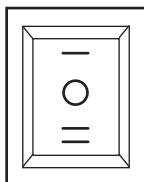
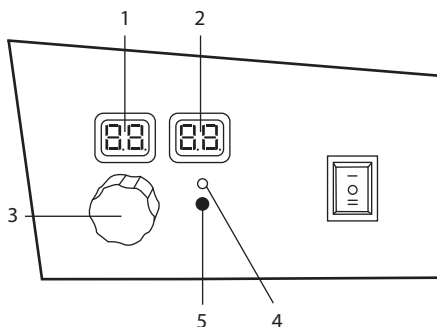

Рис. 4
Рис. 5
2. Для использования в режиме вентилятора переведите переключатель в положение I (ВЕНТИЛЯЦИЯ) (рис. 4). Вентилятор начнет работать, цифровой дисплей отобразит текущую температуру в помещении.
3. Для работы в режиме обогрева включите подачу газа и переведите переключатель в положение II (ОБОГРЕВ) (рис. 4). Левый дисплей 1 отобразит установленную температуру, а правый 2 – текущую температуру в помещении (рис. 5). Поджиг произойдет автоматически, когда установленная температура будет выше температуры в помещении. Температура регулируется при помощи ручки термостата 3.